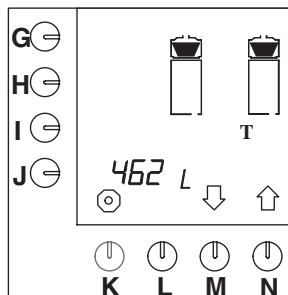

Abb. 50 Gesamtzählwerk für das Kaffeebrühsystem
- Drücken Sie auf die Wahl Taste (N.) ↑, bis Abb.50 im Display erscheint.